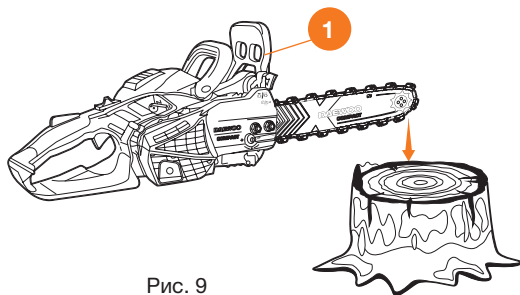

Рис. 9
Проверку работы тормоза цепи бензопилы необходимо производить каждый раз перед её использованием, для этого, удерживая пилу в горизонтальном положении, уберите руку с передней рукоятки ❶ и толкните концом направляющей шины о бревно или кусок дерева тормоз цепи активируется (Рис. 9). При неэффективной работе тормоза необходимо обратиться в авторизованный сервисный центр для его проверки и ремонта.